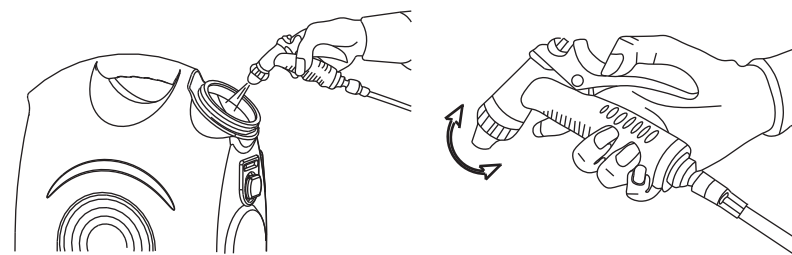

Рис.5
2. Чтобы продуть воздух в системе мойки, направьте пистолет-распылитель в емкость для воды и нажимайте на рычаг до тех пор, пока устойчивая струя воды не будет выходить из шланга. - (рис.5)
3. Для дальнейшей работы с мойкой, нажимайте пусковой механизм на пистолете-распылителе и регулируйте подачу воды и струю, насколько вам необходимо. - (рис.5). Когда вы не нажимаете на пусковой механизм, динамическое давление автоматически отключает электромотор устройства. При нажатии пускового механизма, падение давления автоматически запускает электромотор устройства, и давление восстанавливается с незначительной задержкой.